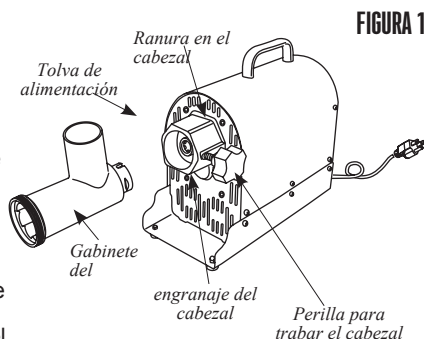

FIGURA 1
1. Inserte el cabezal en el gabinete de engranajes con la tolva de alimentación hacia arriba. Necesitará alinear la ranura en el cabezal con el pasador dentro del gabinete de engranajes. Asegúrese de que el cabezal esté totalmente asentado dentro del gabinete de engranajes (**FIGURA 1**).